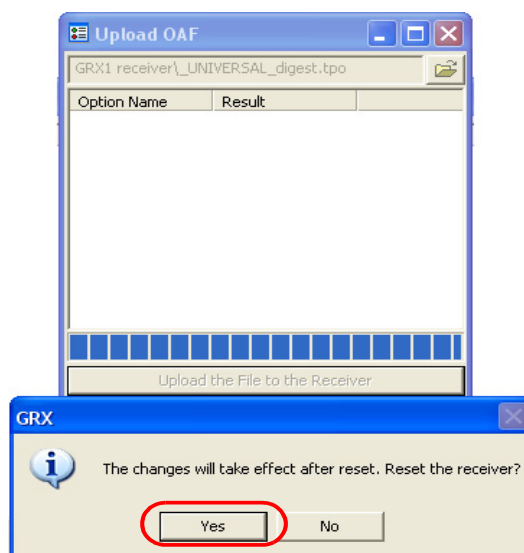

Рис. 5-8. Перезагрузить приемник?
6. Если файл с кодами активации дополнительных опций загружен в приемник, программа GRX Utility предложит перезагрузить приемник, чтобы можно было использовать новые опции в работе (см. Рис. 5-8). Нажмите кнопку **Yes**.